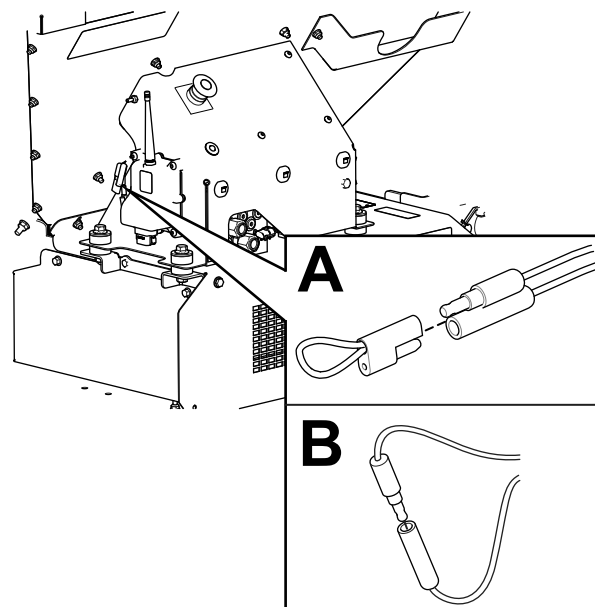

Рисунок 64
2. Снимите привязную крышку с 2 диагностических разъемов (Рисунок 64, А).
3. Соедините диагностические разъемы друг с другом (Рисунок 64, В).
2. Отсоедините диагностические разъемы (Рисунок 64, В).
3. Наденьте привязанную крышку на 2 диагностических разъема (Рисунок 64, А).